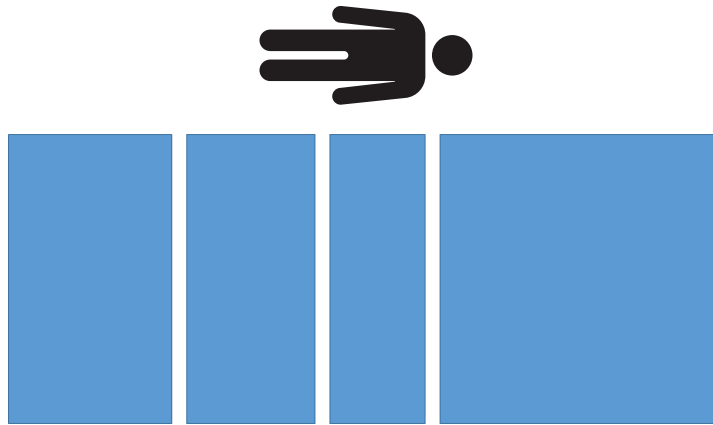

Abbildung 26 – Wiederholbarkeitsprüfung – kein Gewicht
2. Alle kalibrierten Gewichte vom Produkt entfernen (Abbildung 26).